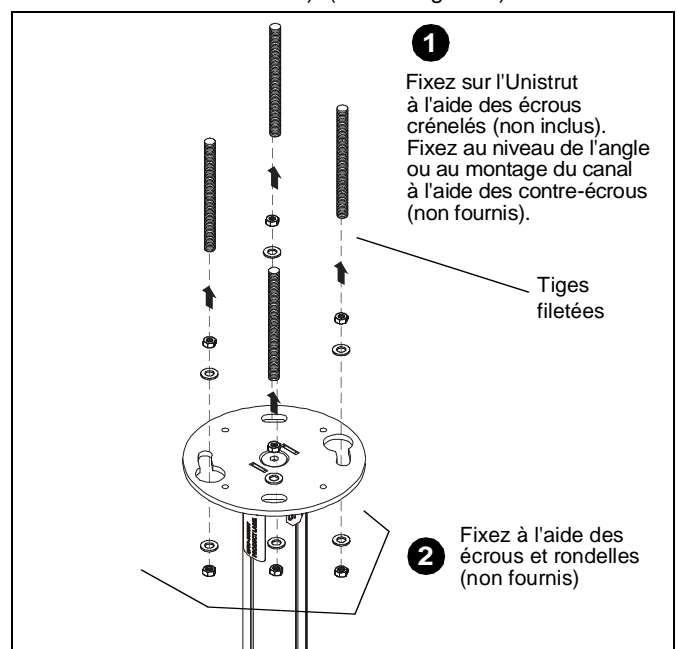

Figure 7
2. Arrimez les tiges filetées au support CPA à l'aide des contre-écrous (non fournis) de 9,5 mm (3/8") et des rondelles (un de chaque à l'intérieur et un de chaque à l'extérieur -- non fournis). (Voir la Figure 7)